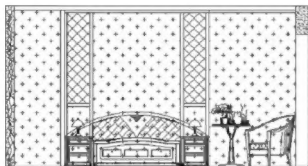

图 9-38
**步骤2:** 使用插入块工具 $\text{I}$ , 将床和休闲沙发插入绘图区, 如图9-38所示。